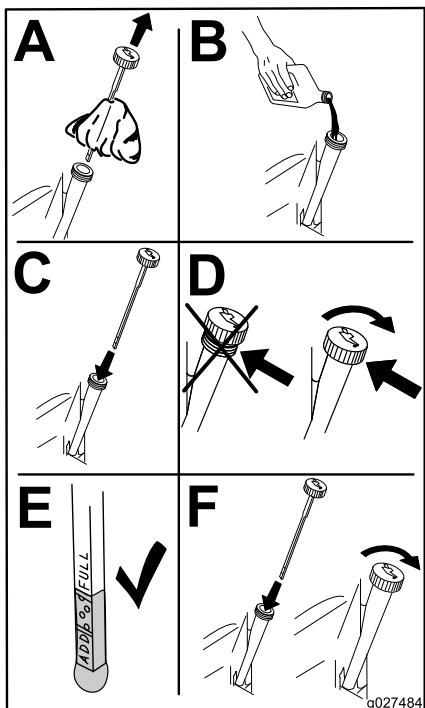

Figure 48
6. Versez lentement environ 80 % de l'huile spécifiée dans le tube de remplissage, puis faites l'appoint lentement pour faire monter le niveau jusqu'au repère maximum (**Full**) (Figure 48).